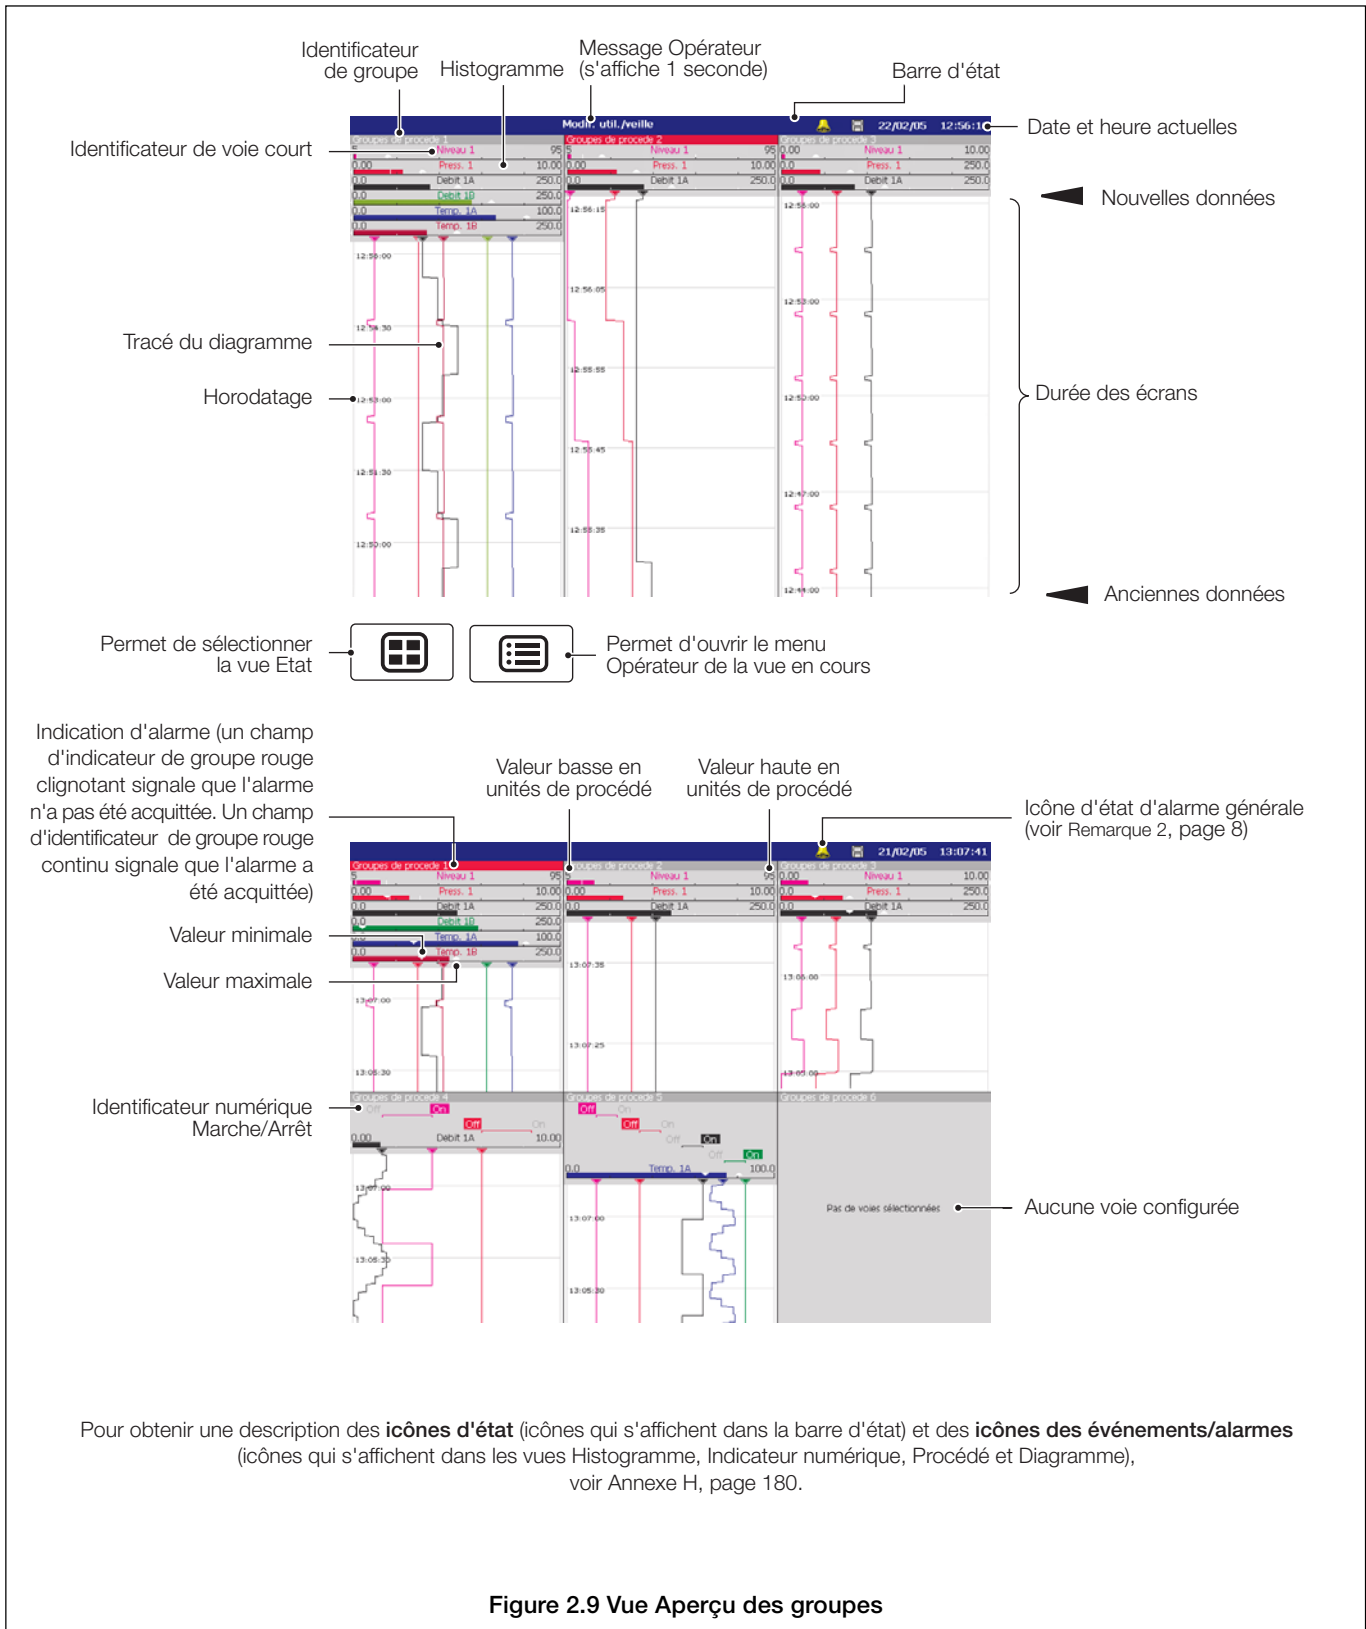

Figure 2.9 Vue Aperçu des groupes
2.7 Vue Aperçu des groupes – Figure 2.9
Remarque : Dans la vue Aperçu des groupes, les alarmes actives sont signalées par un champ d'indicateur de groupe rouge clignotant. Les alarmes acquittées sont signalées par un champ d'identificateur de groupe rouge continu – voir Figure 2.9, page 28.